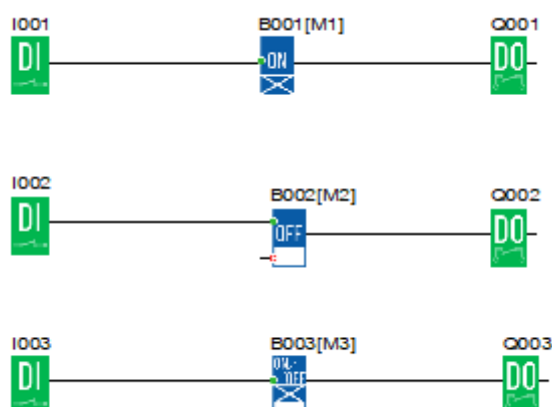

Рисунок 1. Программа для изучения временных задержек.
1. Наберите программу, приведенную на рис. 1.